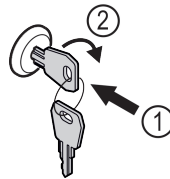

Fig. 205
- Schlüssel hineindrücken. Fig. 205 (1)
- Schlüssel um 90° im Uhrzeigersinn drehen. Fig. 205 (2)